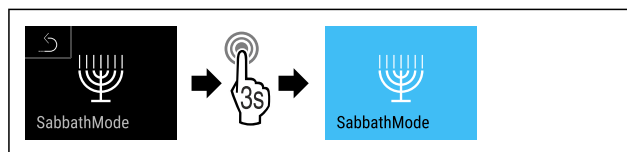

Fig. 12
- ▶ Wykonać czynności (patrz Fig. 12) .